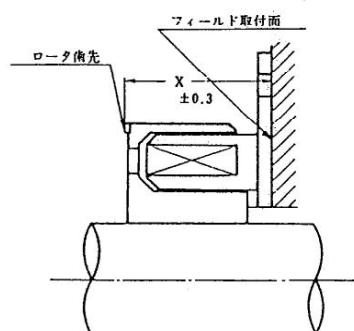

図 4
- ⑤ フィールドとロータの取り付けは図4のようにフィールド取付面よりロータ歯先までの寸法公差は ± 0.3 以内になるように組み立ててください。